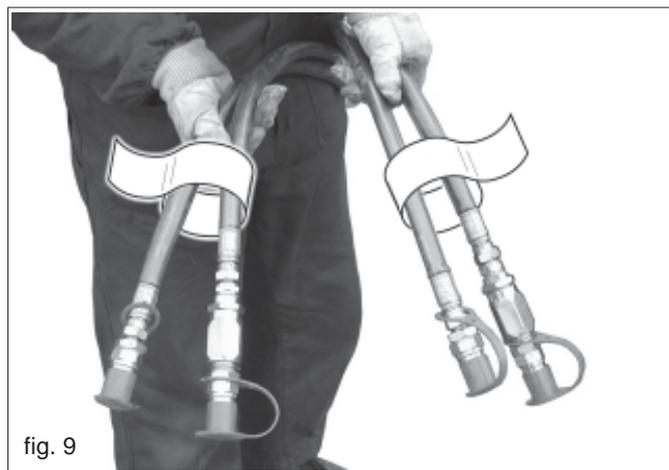

fig. 9
- 4) Raccorder correctement les tuyaux oléohydrauliques aux distributeurs du tracteur, en suivant l'indication figurant sur chaque tuyau (Fig. 9).